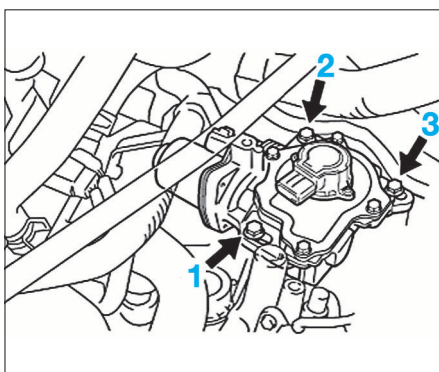

FIG. 12
- Serrer les vis de fixation de l'actionneur d'embrayage (1, 2 et 3) dans cet ordre et au couple de serrage prescrit (fig. 12).